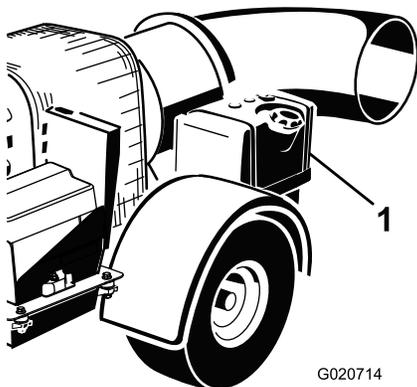

Рисунок 10
2. Очистите область вокруг крышки топливного бака и снимите ее (Рисунок 10).